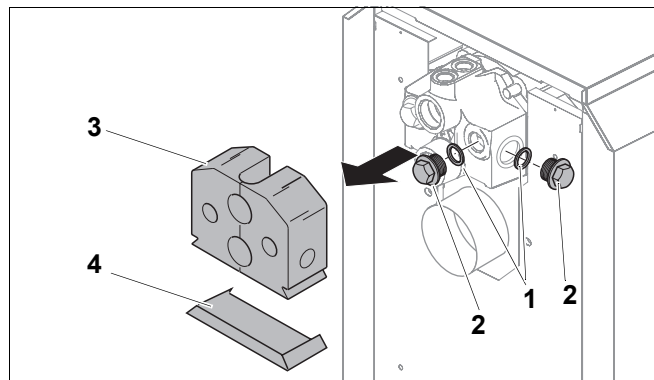

Рис. 4 Демонтаж деталей на соединительном участке
- Снять теплоизоляцию (рис. 4, **поз. 3**) и крышку защиты от излучения (рис. 4, **поз. 4**) с соединительного элемента (см. инструкцию по монтажу отопительного котла).
- Удалить заглушку (рис. 4, **поз. 2**) и уплотнение (рис. 4, **поз. 1**) с соединительного элемента.